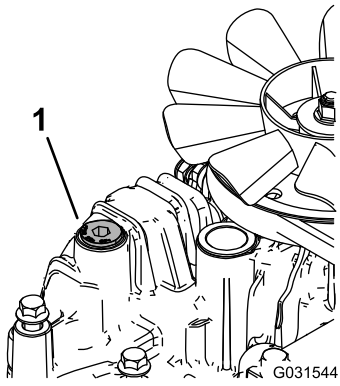

Figure 77
- Desserrez le bouchon d'aération de chaque transmission de sorte qu'il soit lâche et puisse bouger (Figure 77).